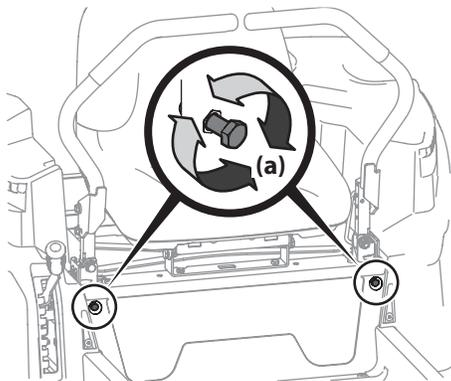

Figura 4-7
2. Ubique los pernos del ajuste de detención de las palancas de control de la transmisión (a) que están en el frente del marco del asiento. Consulte Figura 4-7.